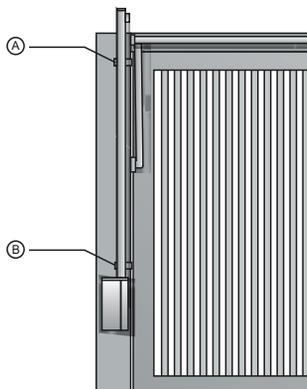

Figura 1
Passo 1: Montar a máquina apenas com suporte (A) e (B) conforme mostra a figura 1;